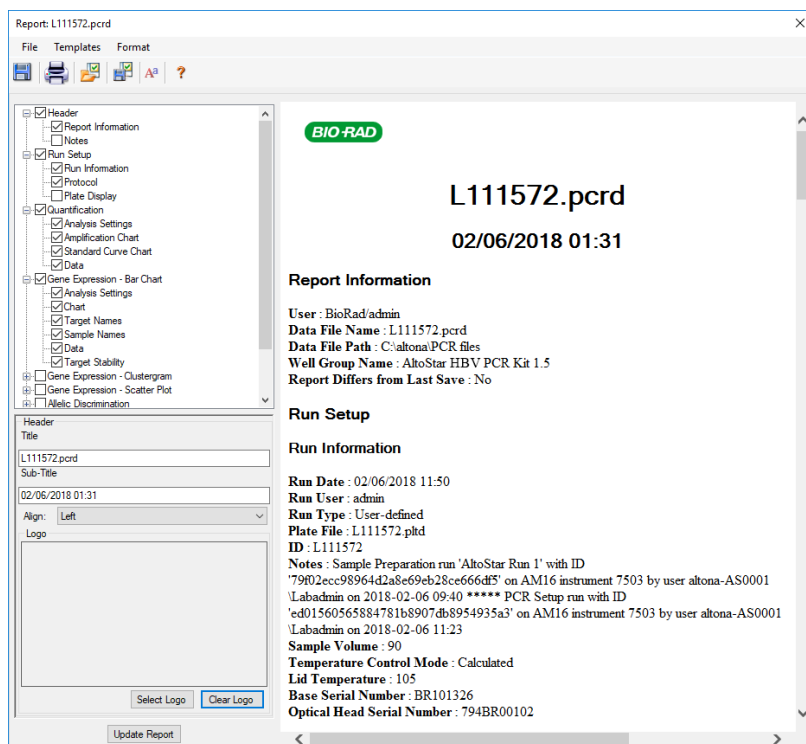

Figura 45: Cuadro de diálogo Report (informe): exportación de los resultados como informe
4. En la barra de menú de la ventana **Data Analysis** (análisis de datos), haga clic en **Tools** → **Reports...** (herramientas → informes...) para abrir el cuadro de diálogo **Report** (informe) (consulte la Figura 45).